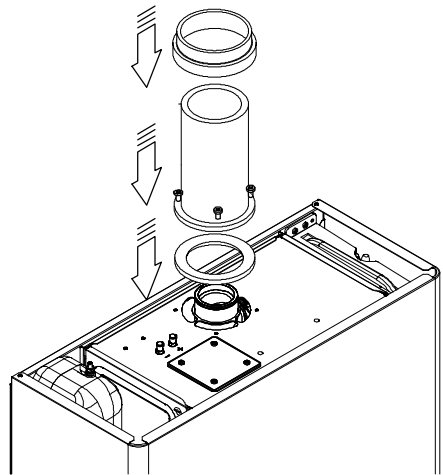

fig. 5.37
- Inserire la guarnizione a manicotto sul tronchetto aspirazione aria (fig. 5.37).